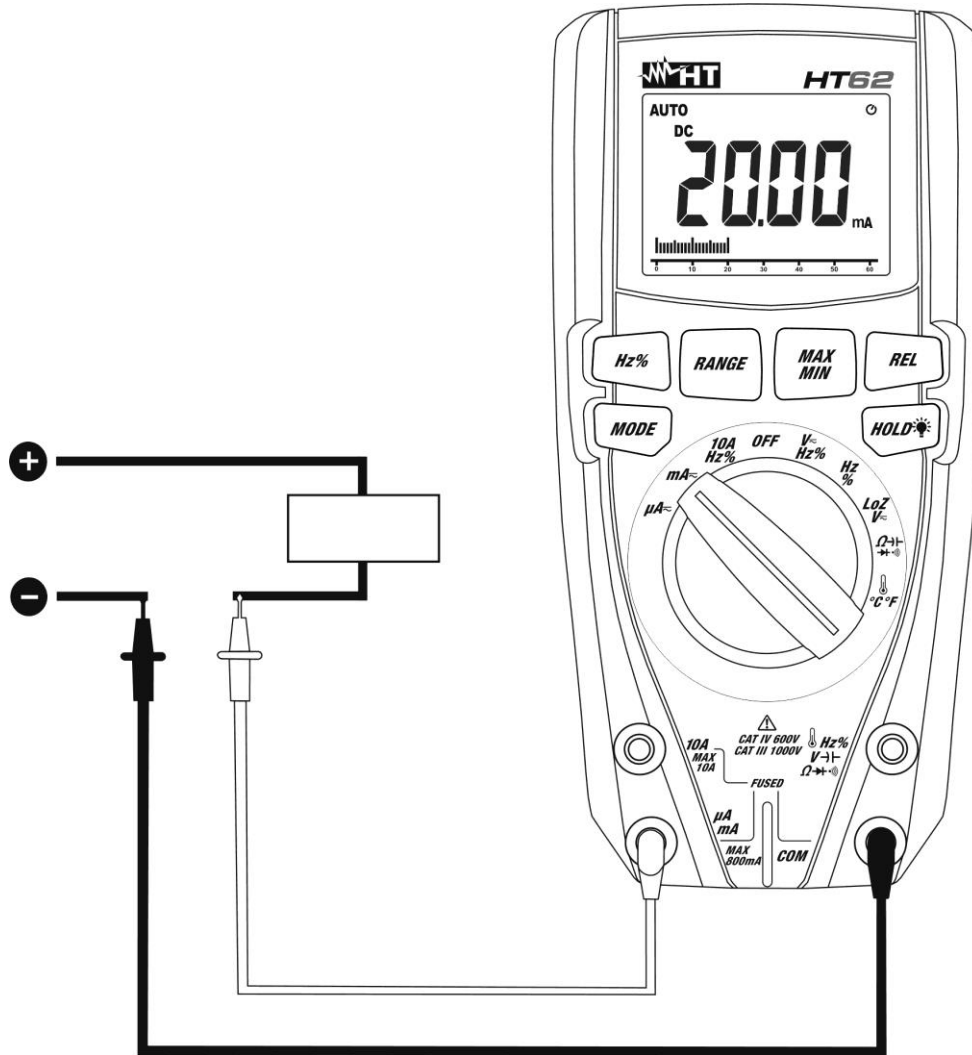

Fig. 10: Mesure de Courant DC
4. Connecter l'embout rouge et l'embout noir en série au circuit duquel on veut mesurer le courant en respectant la polarité et la direction du courant (voir Fig. 10).
7. L'affichage du symbole "-" sur l'écran de l'instrument indique que le courant a une direction opposée par rapport à la connexion de Fig. 10.